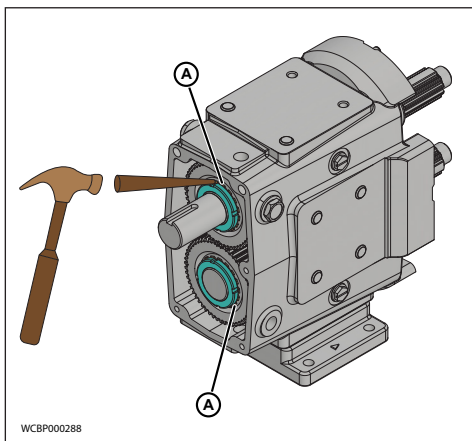

Abbildung 94 - Umbiegen der Sperrnase
7. Biegen Sie die Sperrnase (Abbildung 94, Pos. A) an den Sicherungsringen in die Schlitz für die Sicherungsmutter und sichern Sie so die Zahnradsicherungsmutter in ihrer Position.